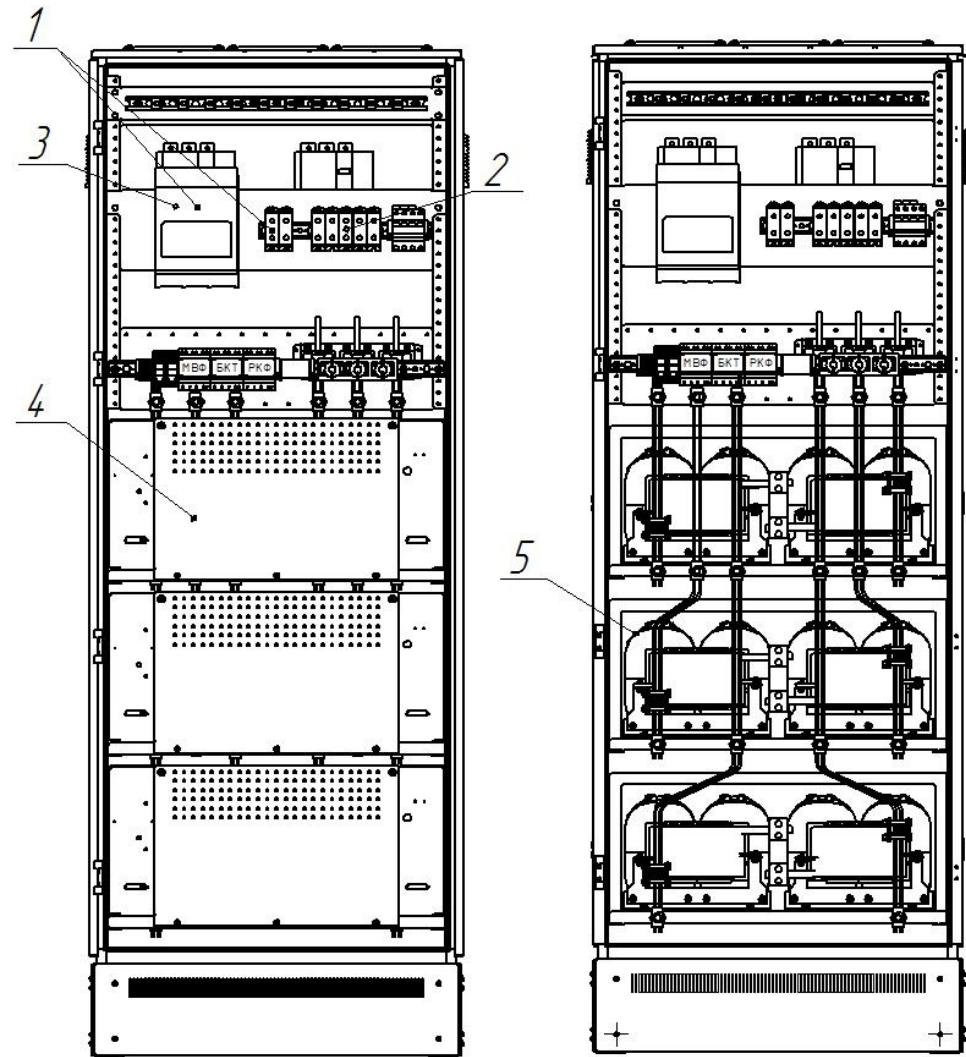
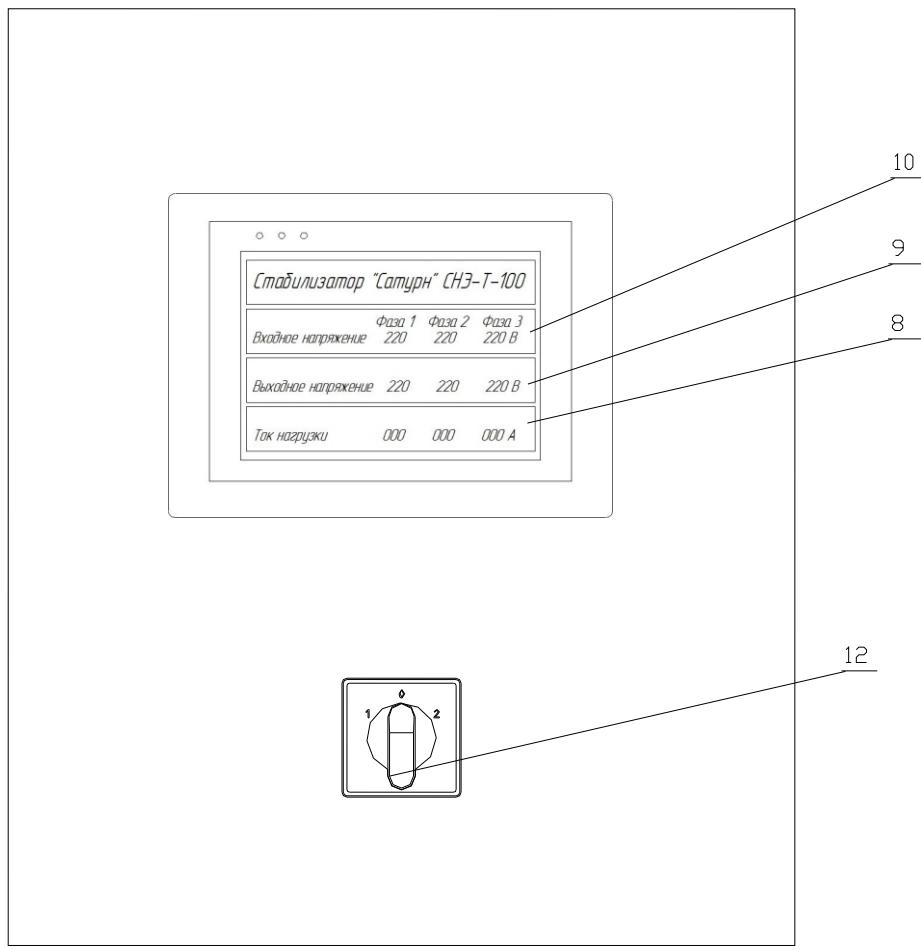
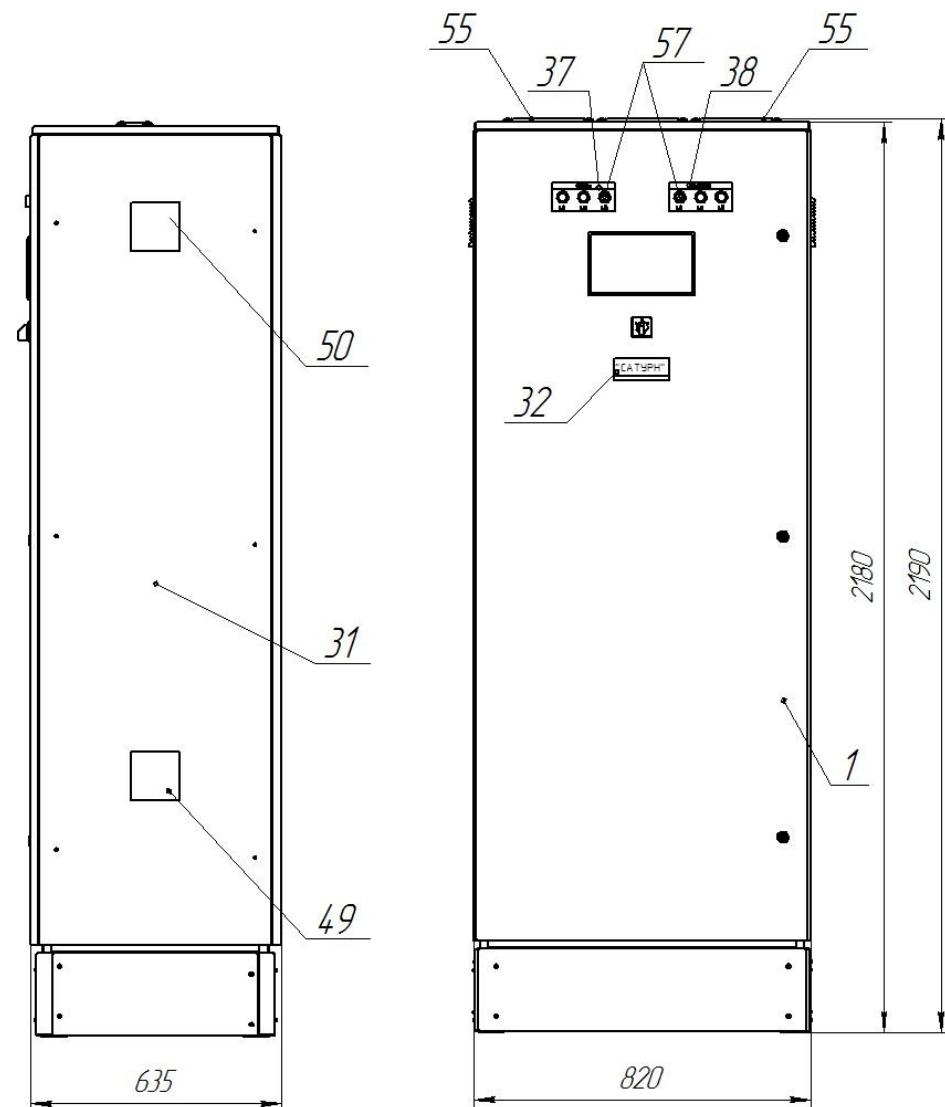

Рис.3. Внешний вид стабилизатора (без дверей).
Рис.2. Панель управления. Примерный вид индикаторной панели в режиме работы «ЧЕРЕЗ СТАБИЛИЗАТОР».
Рис.1. Внешний вид стабилизатора.
Изделие выполнено в виде металлического шкафа (см. рис.1, рис.2, рис.3; Приложение 1).
- три индикаторных лампы наличия входного напряжения «СЕТЬ L1, L2, L3» (рис.1 поз.57,37);
- три индикаторных лампы наличия выходного напряжения «НАГРУЗКА L1, L2, L3» (рис.1 поз.57,38).
- переключатель режимов работы стабилизатора «ЧЕРЕЗ СТАБИЛИЗАТОР» - «ВЫКЛ» - «ПРЯМОЕ ВКЛЮЧЕНИЕ» (рис.2 поз.12);
- клеммы для подключения входного (рис.3 поз.1) и
выходного (рис.3 поз.2) кабелей;
- рубильник с плавкими предохранителями (рис.3 поз.3);
- три съемных трансформаторных блока (установлены за блоками ЛАТРов) (рис.3 поз.5);
- три съемных блока ЛАТРов (рис.3 поз.4).
- вентилятор со степенью защиты IP54 (рис.1 поз.49).
- фильтр со степенью защиты IP54 (рис.1 поз.50).
- фланцы для ввода-вывода силовых кабелей (рис.1 поз.55).
Произвести подключение входных и выходных проводов в шкафу (рис.1) сечением, не менее указанного в таблице п/п1.2.15, согласно маркировке:
- на мониторе появляется надпись «ВКЛЮЧЕНИЕ», а после подключения нагрузки высветятся показания входного и выходного напряжения и показания тока по каждой фазе L1, L2, L3 (см. рис.2);